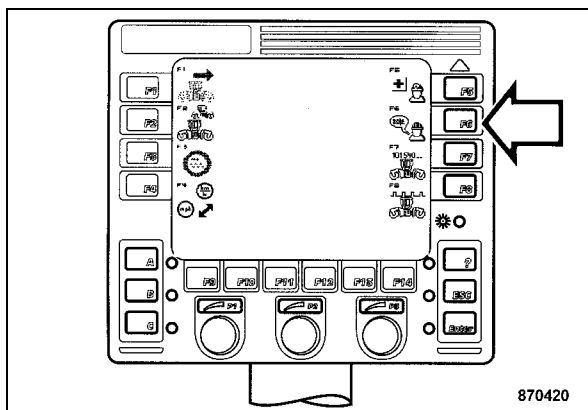

Fig. 113
- Pulsar la tecla "F6" (Fig. 113).